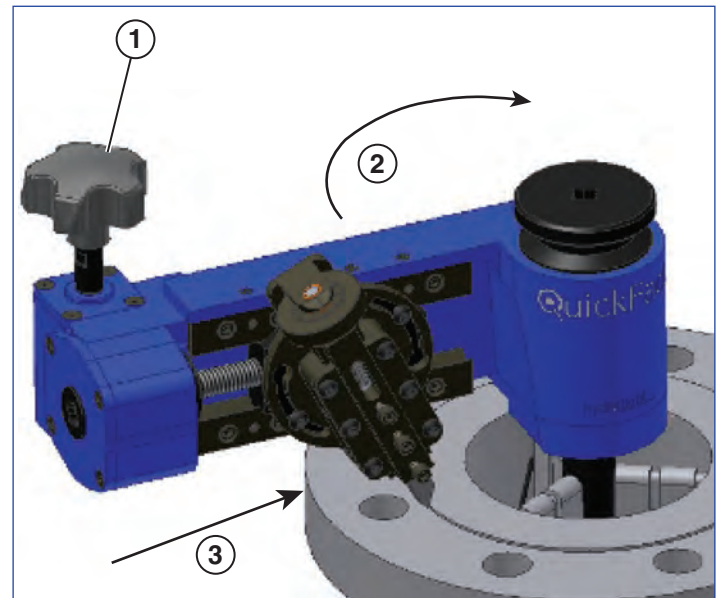

Abb. 14
7. Greifen Sie den Vorschubknopf fest mit Ihrer Handfläche. Ziehen Sie QuickFace mit einem festen Griff im Uhrzeigersinn rund um das Werkstück (*siehe Abb. 14*). Achten Sie darauf, dass sich keine lose Kleidung oder andere Hindernisse im Schneidpfad oder innerhalb der Betriebsparameter des QuickFace befinden. Wenn der Schnitt mehr Drehmoment als gewünscht erfordert, bewegen Sie den Werkzeugeinsatz mit dem Tiefeneinstellknopf vom Schnitt weg. **WENN DIE MASCHINE NICHT BEQUEM UM DAS WERKSTÜCK GEZOGEN WERDEN KANN, STOPPEN SIE DEN BETRIEB UND STELLEN SIE DIE SCHNEIDTIEFE NEU EIN.**